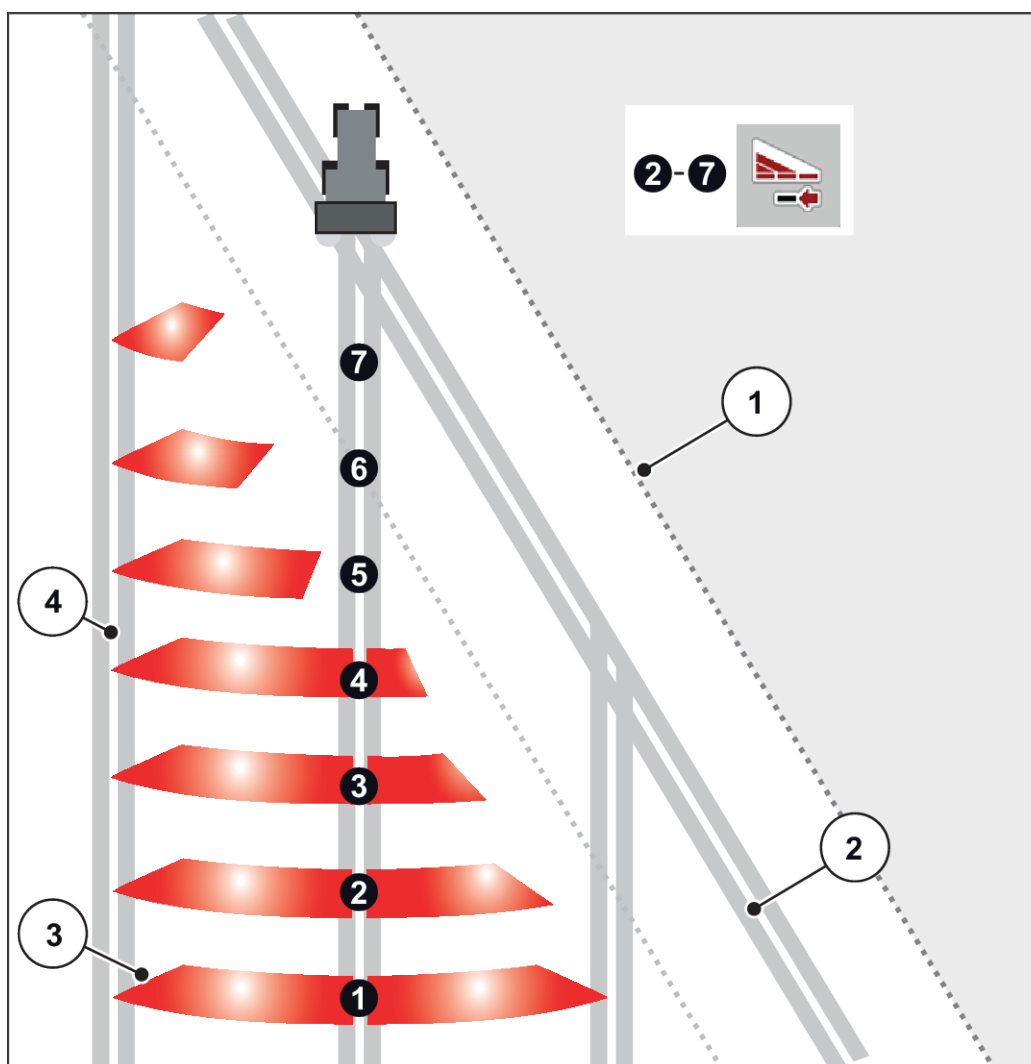

Fig. 46: Automatisk delbreddsomkoppling
- Delbreddsomkopplingen är möjlig utifrån och inåt eller inifrån och utåt. Se Fig. 46 Automatisk delbreddsomkoppling.